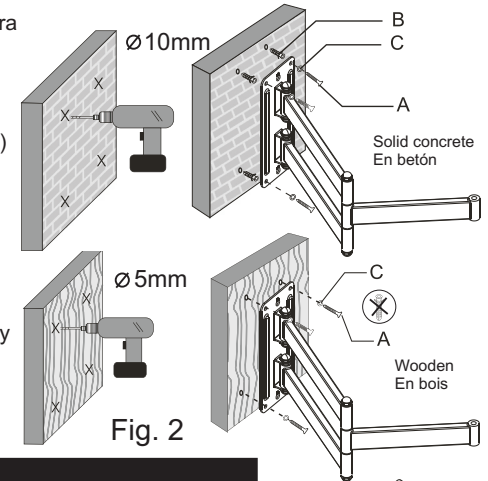

Fig. 2
PT - Use uma broca de 10mm própria para furar pedra ou de 5mm para furar madeira e abra orifícios com uma profundidade de 60mm. Introduza as buchas (B) nos 4 orifícios abertos no caso de paredes de betão ou tijolo. Use um martelo se necessário. Use os 4 parafusos (A) e anilhas (C) para fixar o suporte à parede. (Fig. 2)
ES - Utilice una broca de 10mm para piedra o 5mm para madera para hacer orificios de 60mm de profundidad. Introduzca los tojinos (B) en los 4 orificios taladrados en el caso de muro de hormigón o de ladrillo. Utilice un martillo si es necesario. A continuación use los 4 tornillos (A) y las arandelas (C) para ajustar el soporte a la pared. (Fig. 2)